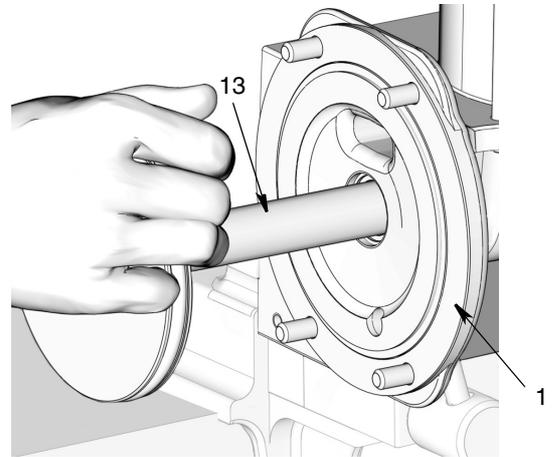

FIG. 53
- f. Aplique una capa fina de grasa por toda la longitud del vástago del pistón (13). Presione suavemente el vástago del pistón en la base de la bomba (1) con un movimiento de presión y giro para ir introduciendo el vástago por las juntas y los espaciadores previamente montados (FIG. 53).